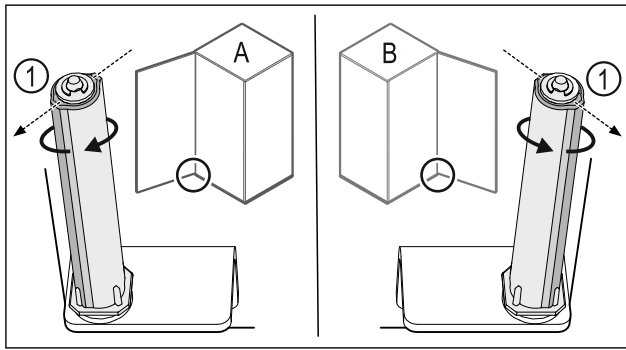

Fig. 38 Battuta a sinistra (A) / battuta a destra (B)
- ▶ Ruotare il sistema di chiusura contro la resistenza fino a quando la sporgenza del sistema di chiusura Fig. 38 (1) non è rivolta verso l'esterno.